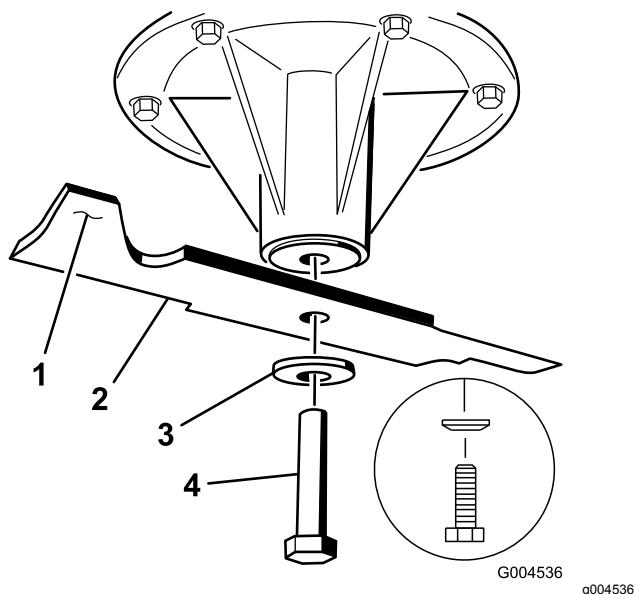

Figura 98
2. Retire del eje el perno de la cuchilla, la arandela curva y la cuchilla (Figura 98).
3. Si la cuchilla no está equilibrada, rebaje algo el metal en la parte de la vela solamente con una lima (Figura 98).